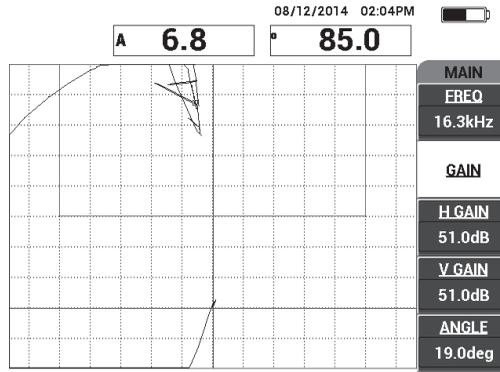

Figura 6-67 Ajuste de la ganancia para el punto de la señal de aire
- De ser necesario, pulse la tecla **GAIN (dB)** y ajuste el valor de ganancia (parámetro **GAIN**) para mantener el punto de la señal de aire en la pantalla. Ver la Figura 6-67 en la página 189.